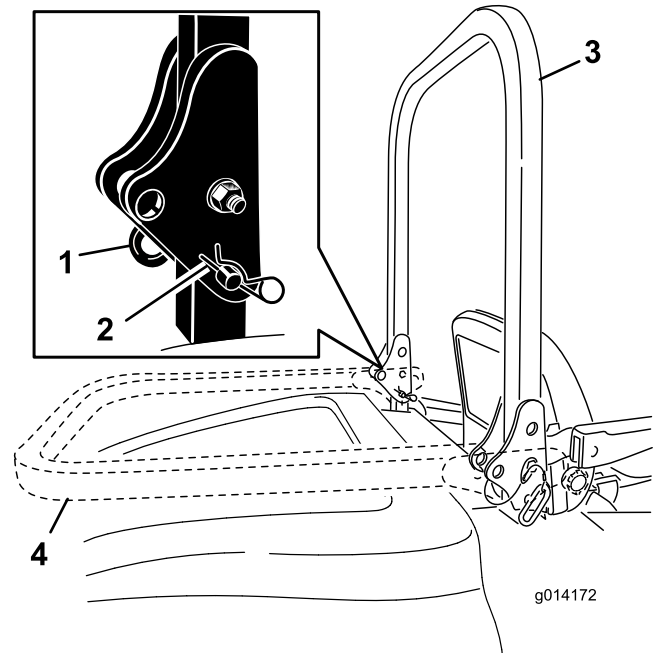

Figure 18
2. Retirez les 2 goupilles fendues et les 2 axes (Figure 18).
3. Relevez l'arceau de sécurité en position d'utilisation (Figure 18).
4. Fixez l'arceau de sécurité en position avec les 2 axes et les 2 goupilles fendues (Figure 18).
1. Retirez les goupilles fendues, poussez l'arceau de sécurité en avant contre les ressorts et retirez les 2 axes (Figure 18).
2. Faites pivoter l'arceau de sécurité à la position abaissée (Figure 18).
3. Installez les 2 axes dans les plaques de pivot et fixez les axes avec les 2 goupilles fendues (Figure 18).